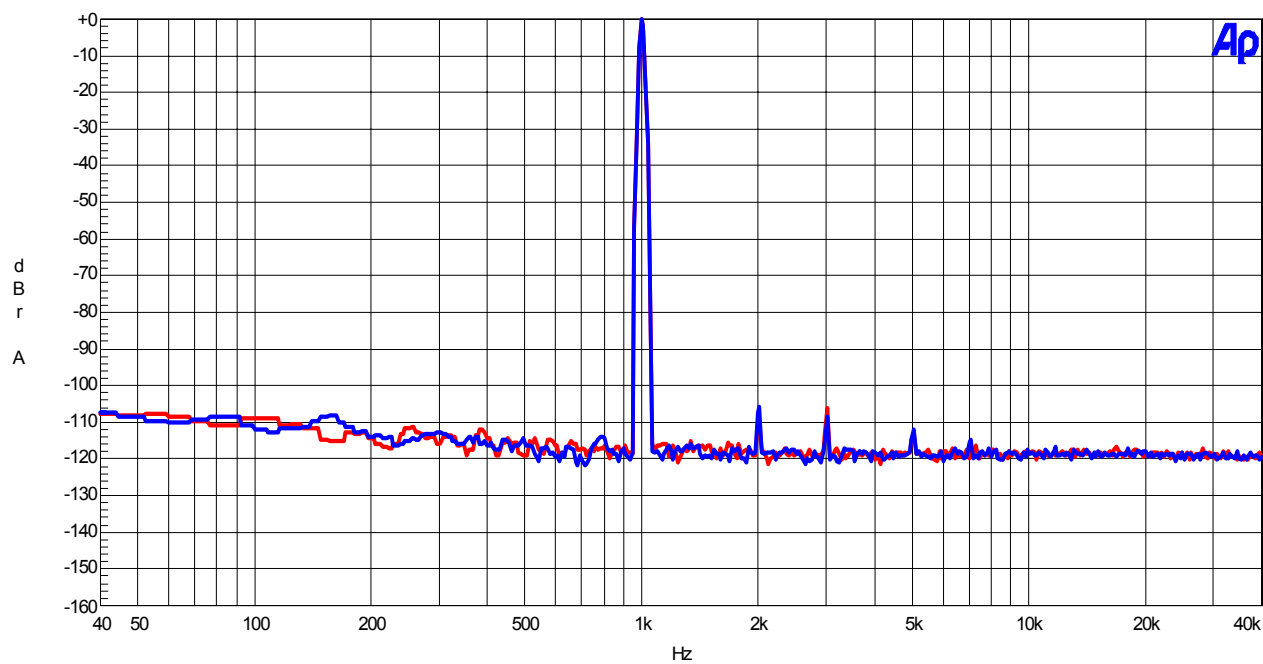

Figure13. FFT (1kHz, 0dBFS input)
- Figure13. FFT (1kHz, 0dBFS input)